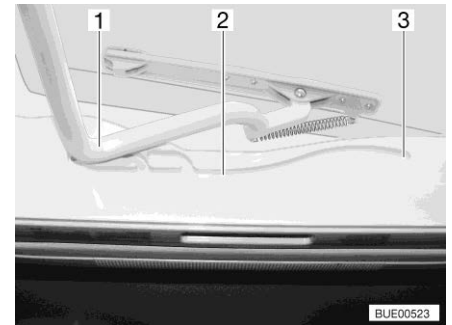

Bild 120 Spår (Heki-taklucka)
- Dra in bygeln (Bild 120,1) i spåren (Bild 120,2) till den bakersta positionen (Bild 120,3).
- Tryck bygeln (Bild 120,1) lätt uppåt med båda händerna.
- Drag bygeln till önskad position i spåret (Bild 120,2).